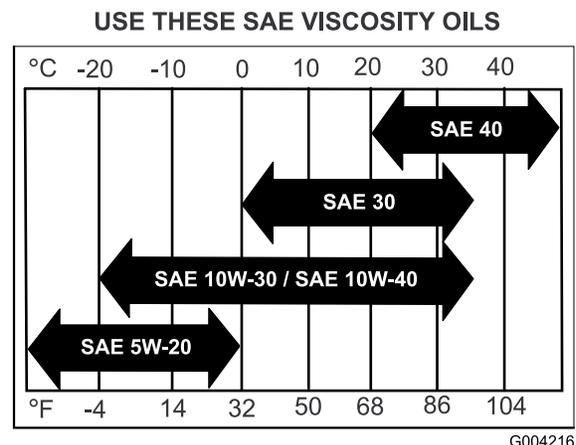

Figura 29
4. Llene el cárter con el tipo especificado de aceite nuevo; consulte Figura 29.